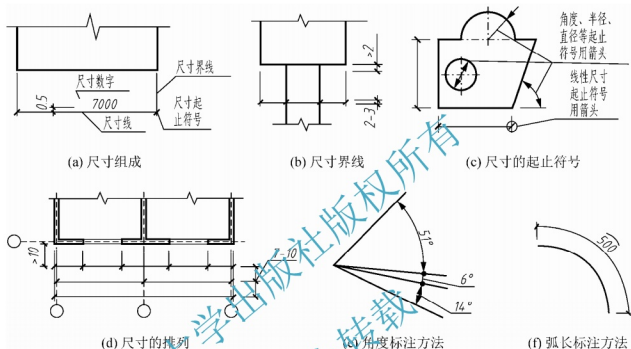

图 9-31 建筑制图中对尺寸标注的要求
图样上的尺寸由尺寸界线、尺寸线、尺寸起止符号和尺寸数字组成,如图 9-31(a)所示。
(2) 线性尺寸的起止符号用中粗斜短线画,其倾斜方向与尺寸界线成顺时针 45° ,长度宜为 $2\sim 3\text{mm}$;直径、半径、角度、弧长等的尺寸起止符号宜用箭头表示,如图 9-31(c)所示。
(4) 尺寸数字不得贴在尺寸线上, 一般应离开约 0.5mm, 如图 9-31(a)所示。
(5) 角度的尺寸线应画以圆弧表示, 该圆弧的圆心应是该角的顶点, 角的两边线为尺
寸界线；起止符号应以箭头表示，如没有足够位置时，可用黑圆点代替，角度数字应沿尺寸线方向注写，如图 9-31(e)所示。
(6) 标注弧长时，弧长数字上方应加注圆弧符号“ \frown ”，如图 9-31(f)所示。
(7) 图样上的尺寸单位，除标高及总平面以米为单位外，其他一律以毫米为单位，所以图上标注的尺寸一律不注明单位。